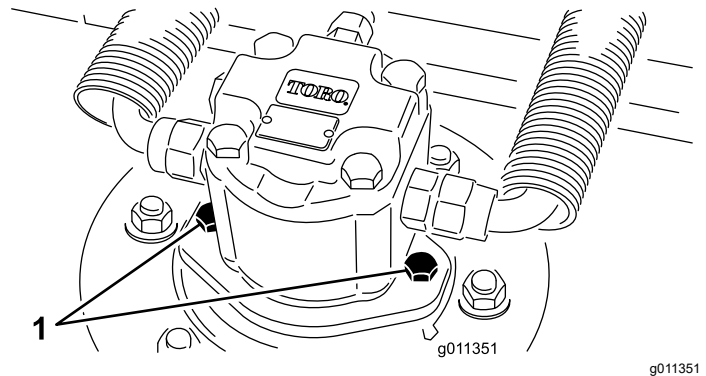

Figure 67
2. Débranchez et déposez le moteur hydraulique du plateau de coupe (Figure 67). Couvrez le dessus de l'axe pour éviter toute contamination.
4. Montez le moteur hydraulique sur le plateau de coupe (Figure 67). Vérifiez que le joint torique est en place et en bon état.